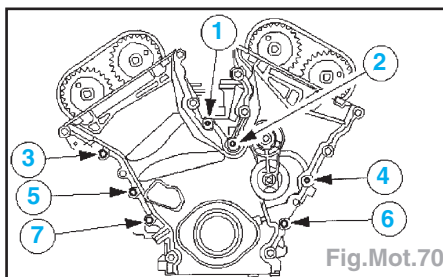

Fig.Mot.70
• poser les vis et les goujons du couvercle avant de moteur dans l'ordre indiqué et les serrer en deux passes (Fig.Mot.70),